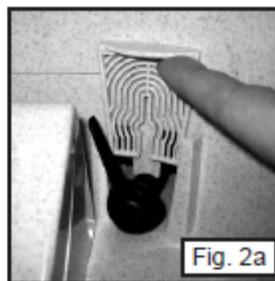

Fig. 2a
- 4) Extraiga el prefiltro tirando con suavidad del reborde superior del prefiltro y lávelo con agua y jabón (Fig. 2a)